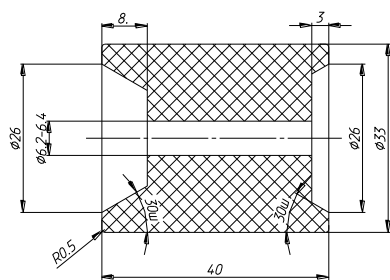

Рис.2
- 7) плотный валик (см. рис.2);